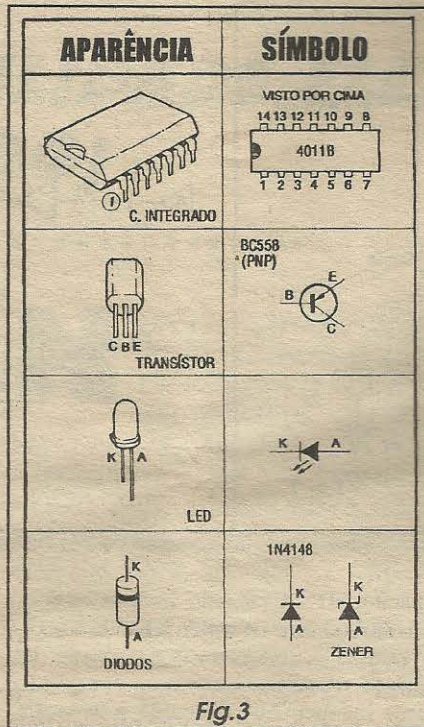
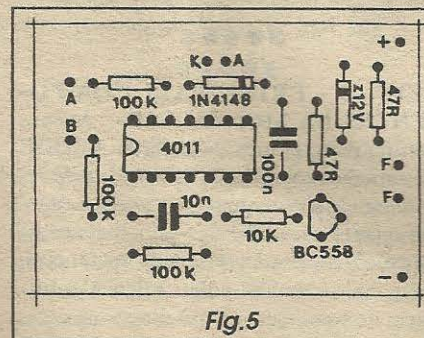

Fig.3
Fig.5
- FIG. 5 - CHAPEADO DA MONTAGEM - Como apenas o falantinho e o LED ficam *fora* da placa, a maioria dos componentes deve ter seus terminais inseridos e soldados diretamente ao impresso, com as peças repousando sobre a face não cobreada, vista em tamanho natural na figura... É bom lembrar que todos os componentes mostrados na **FIG. 3** são *polarizados* e devem ser colocados em posição única e certa, não podendo ter seus terminais invertidos... É o caso do integrado, do transistor e dos diodos... Esses componentes contêm marcas especiais que ajudam a encontrar a sua perfeita orientação na placa... Notar ainda que tudo deve ficar bem rente à superfície do impresso, já que componente com aqueles *baita pernões* parecendo um *bando de garças* sobre o impresso, além de gerarem uma montagem *feia*, são uma fonte quase certa de problemas de funcionamento, ensejando *curtos* e ou-*tros* problemas quando da instalação final... As sobras de *pernas* e terminais apenas devem ser cortadas (pelo lado cobreado da placa, oposto ao visto na figura...) depois de tudo ter sido muito bem conferidinho, aproveitando-se essa conferência para verificar o estado de cada ponto de solda... Isso feito, podemos passar às conexões externas, detalhadas visualmente no próximo diagrama...